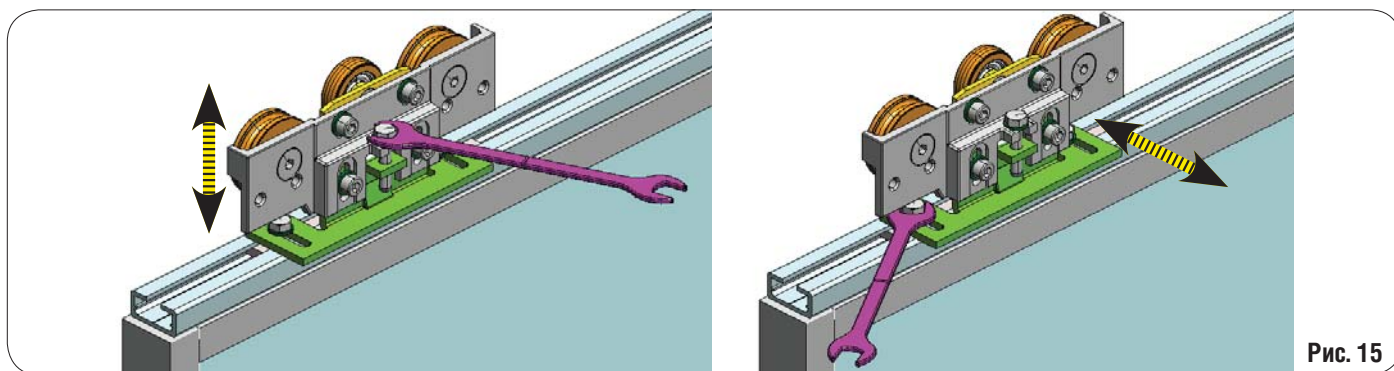

Рис. 15
- Поверните винт по часовой стрелке (рис.15А), чтобы поднять створки или против часовой створки, чтобы их опустить.
Чтобы отрегулировать глубину установки створок, ослабьте винты как на рис. 15Б. Выставьте створку в требуемое положение на каретке и затяните винты.